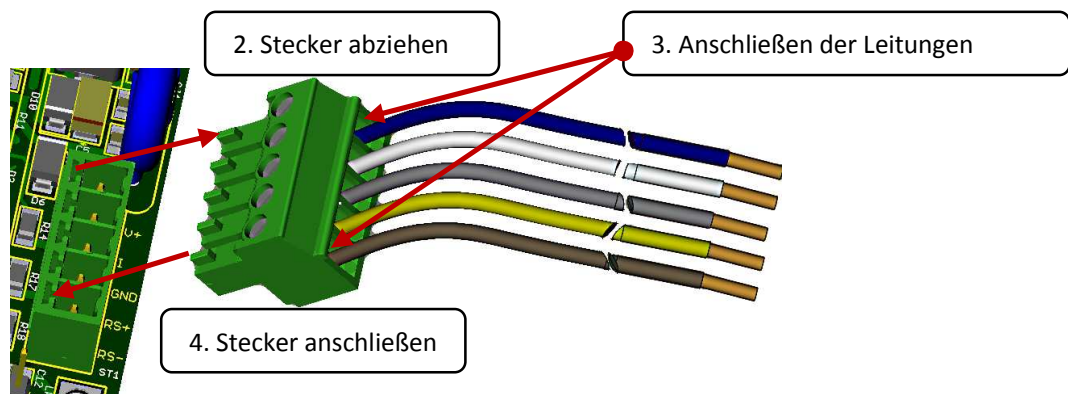

Bild 3: Der Kabelstecker MC 1,5-3,81, passend für das Grundgehäuse ST1 auf der Schnittstellenkarte
2. Den grünen Kabelstecker von **ST1** abziehen, wie in Bild 3 gezeigt wird. Die Anschlüsse und die Klemmschrauben sind nun gut zu erreichen.